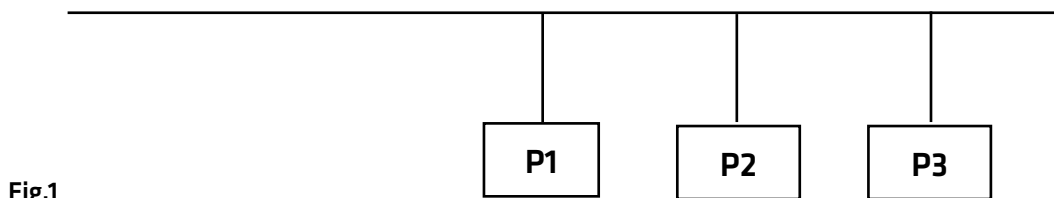
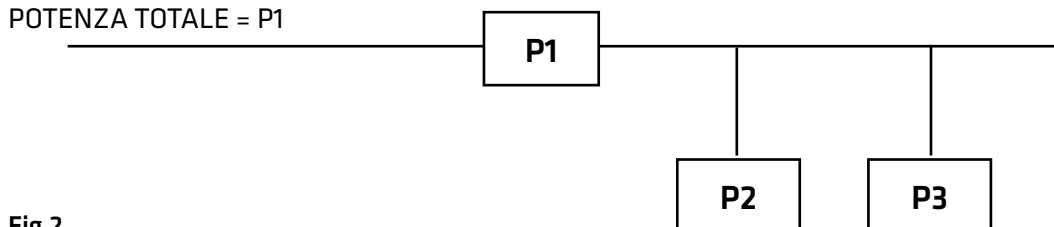

Fig.1
Fig.2
2. Includi nel calcolo della potenza totale: abilitare questa opzione per quei carichi la cui potenza deve essere presa in considerazione nel calcolo della potenza totale assorbita. Per verificare il superamento della soglia, la centrale calcola la potenza totale sommando la potenza fornita dai singoli moduli con questa opzione abilitata (Fig. 1). Laddove un modulo si trovi sulla rete elettrica a monte di altri moduli collegati sui carichi, nel calcolo della potenza complessiva deve essere considerato solo il primo, mentre per i secondi questa opzione va disabilitata (vedi Fig. 2).